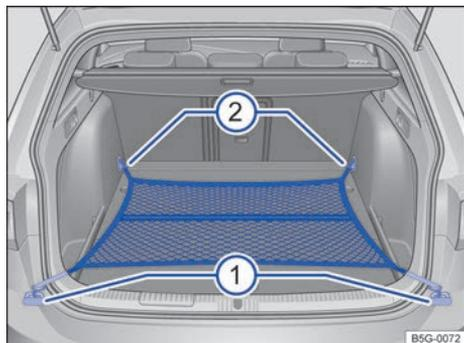

Fig. 167 En el maletero: bolsa de red enganchada a ras del piso.
- Dado el caso, levante las argollas de amarre delanteras → fig. 167 ②.
- Fije los ganchos de la bolsa en las argollas de amarre ② → ⚠️. La cremallera de la bolsa tiene que quedar hacia arriba.
- Fije los ganchos de la bolsa en las argollas de amarre ①.